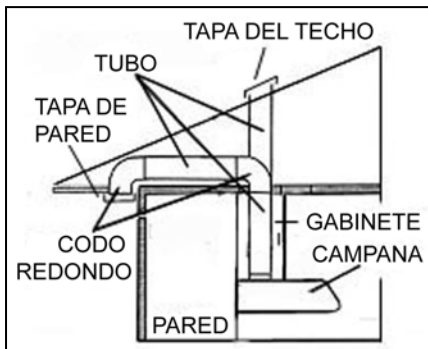

Figura 6
- Decida la ubicación para colocar el conducto de ventilación de la campana hacia el exterior. Consulte la Figura 6